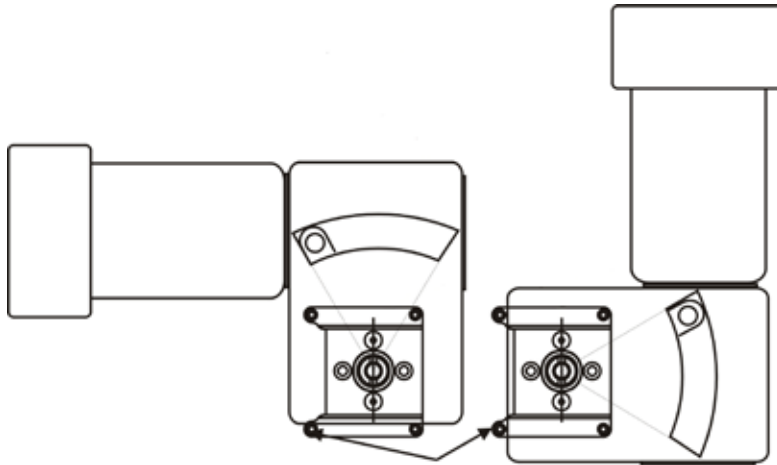
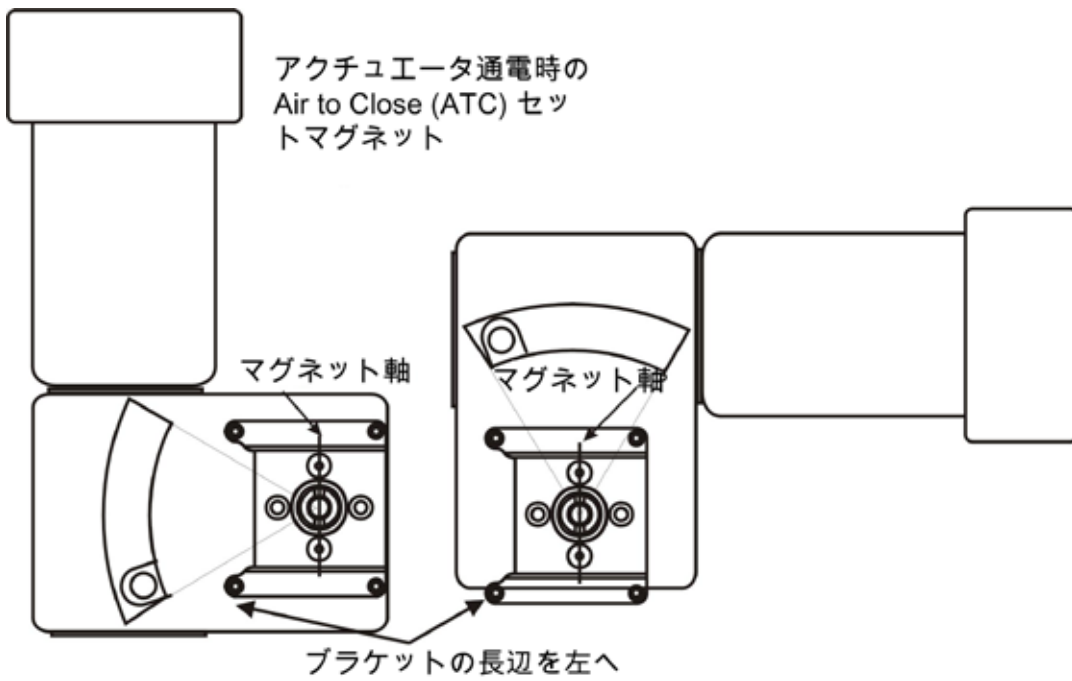

図11 - Camflex ATOの取り付け (正面図)
図12 - Air-to-Close アクチュエータの取付ブラケット
1. SVI II APロータリー取付ブラケットをバルブアクチュエータに5/16 - 18 UNC平頭ネジ2本で取り付けます。ATO、41ページの図11、またはATC、41ページの図12に示すようにSVI II APを取り付けてください。所定の取り付け位置では、バルブとアクチュエータのどの位置においても、取付ブラケットの長い方の端がアクチュエータに向かって左側になります。
6. マグネットホルダーを回転させ、バルブが閉じた状態でマグネットの軸が垂直になるようにします。図11と図12参照。